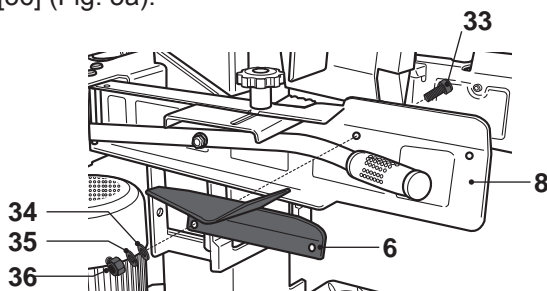

Fig. 5a
- > Fixez le protège-main [6] dans le trou situé à l'intérieur avec un boulon [33], une rondelle [34], une rondelle élastique [35] et un écrou [36] (Fig. 5a).